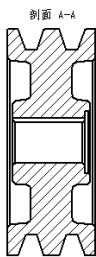

图 10.1.7 在图纸视图中绘制圆
(1) 在基本视图上右击，然后在弹出的快捷菜单中选择 **在视图中绘制** 命令，系统进入工程图视图编辑环境。
(2) 单击 **主页** 选项卡 **绘图** 区域中的  命令，在“中心点画圆”命令条中单击“线型”按钮 ，然后选择  选项，在 **直径** 文本框中输入 210。
(3) 选择图 10.1.7 所示的圆心，然后绘制圆并标注直径尺寸，结果如图 10.1.7 所示。
(4) 单击“关闭在视图中绘制”按钮  返回到前一个工程图环境。